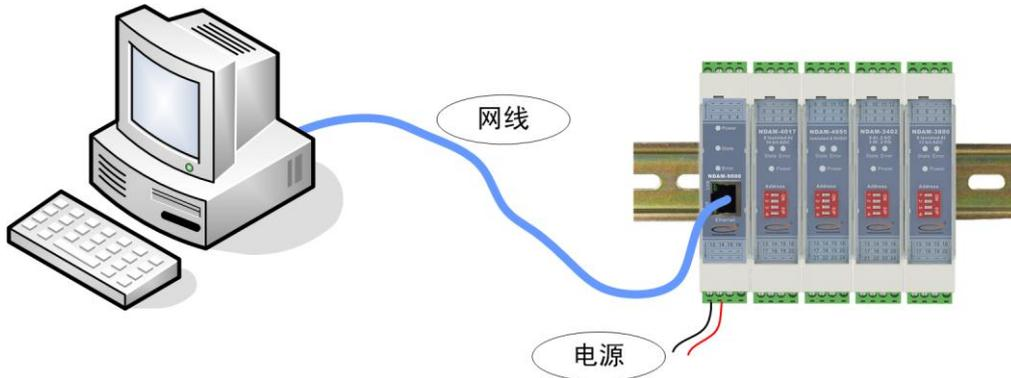

图 4.1 NDAM-3402 测试接线示意图
- 1) 将 PC 机、NDAM-9000 和 NDAM-3402 模块按照如图 4.1 所示进行连接；